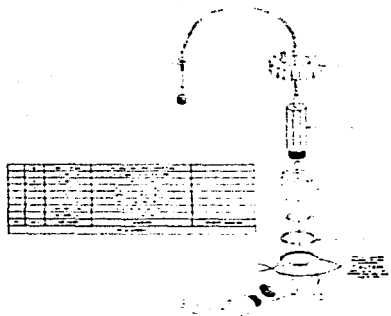

fig. 4.3.2.1 Electrodo de pH
- 7.- Inserte los electrodos nuevamente (ver fig. 4.3.2, 4.3.3)